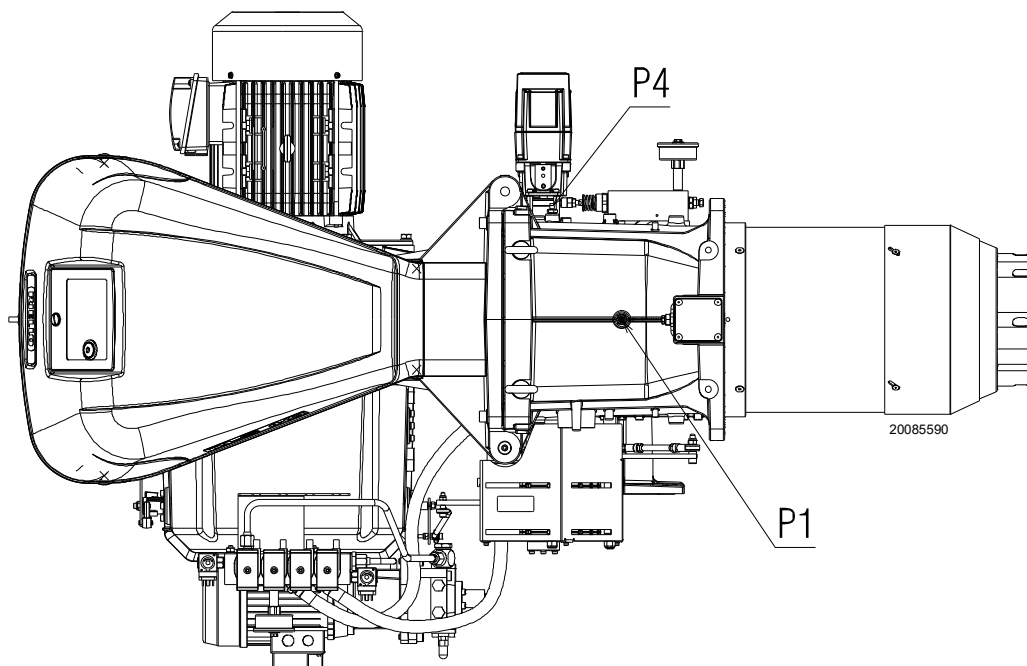

Fig. 24
Presión del gas medida en el conector hembra P1)(Fig. 24), con:
- sustraer de la presión del gas en el conector hembra P1)(Fig. 24) la presión en la cámara de combustión.
Presión del gas en el conector hembra P1)(Fig. 24) = 29,4 mbar
En cambio para conocer la presión del gas que se necesita en el conector hembra P1)(Fig. 24), una vez fijada la potencia MÁX a la cual se desea que funcione el quemador:
- Leer a la derecha, columna 1, la presión en el conector hembra P1)(Fig. 24).
presión necesaria en el conector hembra P1)(Fig. 24).